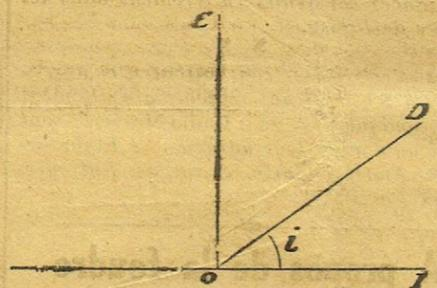

Fig. 2
forme de l'équation (1) de tout à l'heure. Ici x égale I ; y égale E ; a égale R et b égale O. On dit que la loi d'Ohm est une loi linéaire. Cette loi est représentée graphiquement par une droite OD (fig. 2). L'inclinaison i de la droite sur l'horizontale OI dépend de R. Plus R est grand, plus OD se rapproche de la verticale.